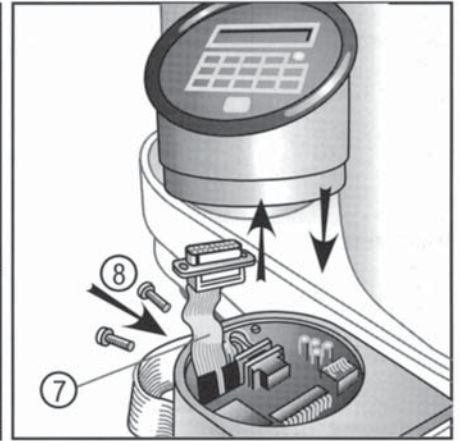

Bild 5
Der Multicast Printer wird über eine spezielle Schnittstelle ⑤ mit der Multicast compact verbunden und fest mit dem Gehäuse verschraubt. Beachten Sie bitte hierzu die gesonderte Montageanleitung. Er ist für die Aufnahme des Bedienteils vorbereitet (Bild 5). Über die integrierte serielle Schnittstelle ⑤ lassen sich auch handelsübliche, ASCII-kompatible Drucker mit serielltem Anschluss an die Multicast compact anschließen.